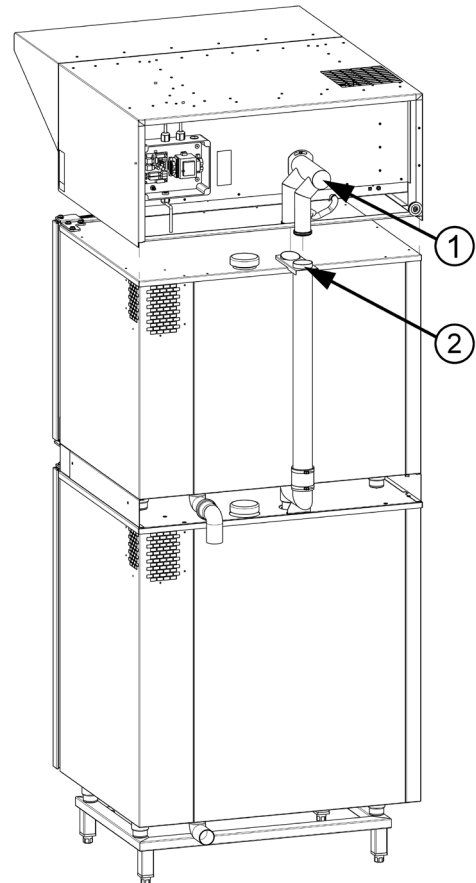

Abbildung 21a: Haube auf einer Turmkombination mit zwei Geräten
Lösen Sie auf der Rückseite der Haube die 2 Schrauben und eine Schlauchklemme am Eingangsadapter für den Kamin, nehmen Sie den einfachen Eingangsadapter zum Kamin ab, und ersetzen Sie diesen durch den Doppeladapter (1) (siehe Abb.21a, 21b), der zum Set gehört. Sichern Sie diesen dann wieder mit den Schrauben und der Schlauchklemme.